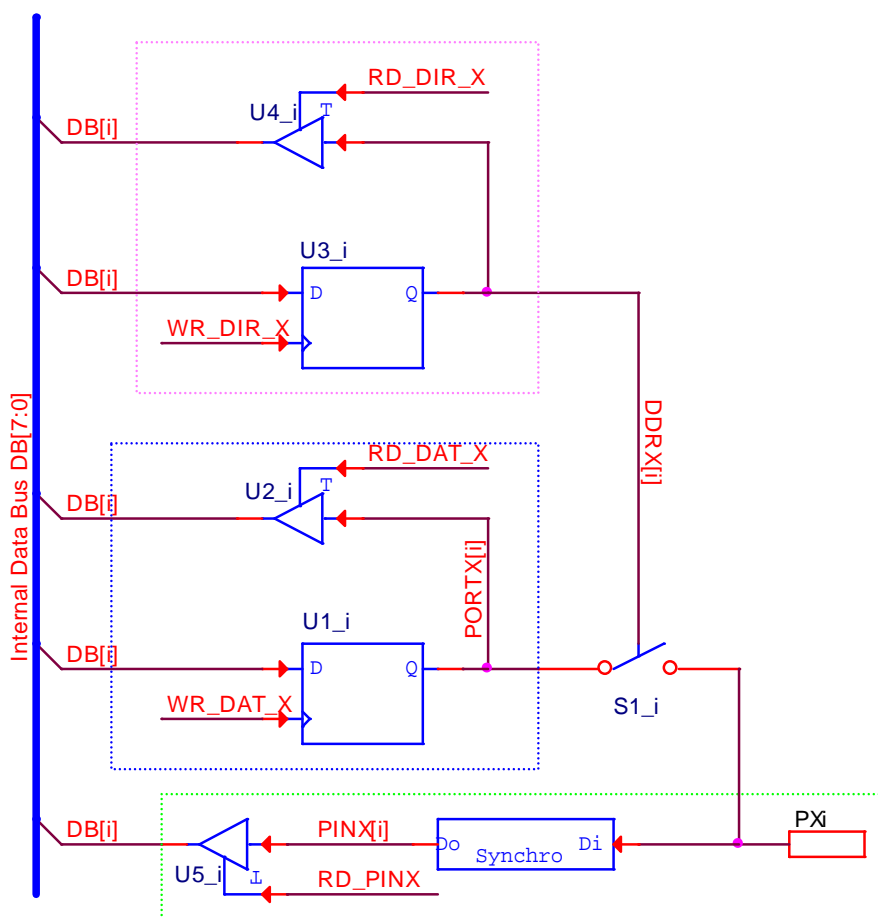

figura 4
În figura 4 în locul comutatorului cu două căi s-a folosit un comutator cu o singură cale deoarece se implementează mai simplu. Comutatorul cu o singură cale este un driver 3-state. Cu acest tip de comutator portul de intrare este tot timpul conectat la pin.
Toate cele 32 de structuri I/O sunt identice din puncte de vedere al funcției de bază și anume digital I/O. Cele 32 de structuri sunt împărțite în 4 grupe de 8 biți deoarece la procesorul AVR lățimea căii de date este de 8 biți. Nu există diferențe hardware între grupe sau între membrii unui grupe. În figura 4 este prezentată structura asociată pinului PXi. X este una din literele A, B, C sau D iar i este o cifră în intervalul 0..7. Schema detaliată a acestei structuri este prezentată în capitolul 12 din documentația ATmega16. Pentru fiecare pin există însă și o funcție alternativă, funcție ce depinde de pin. În acest moment nu vom trata funcția alternativă.
Pinul PXi din figura 4 este controlat de două porturi procesor de tip buffer și un port procesor de intrare: $PORTXi$, $PINXi$ și $DDRXi$.
- **$DDRXi$** este un port procesor de tip buffer și controlează comutatorul $S1_i$ din figura 4. DDR este abrevierea lui **Data Direction Register**. Comutatorul $S1_i$ este de fapt un driver 3-state dar a fost desenat ca un comutator pentru ca rolul sau să fie mai ușor de înțeles.
;figura 4 .
Dacă $DDRX_i$ este '0' comutatorul S_i este deschis iar schema din figura 4 devine echivalentă cu schema din **Error! Reference source not found.** Valoarea logică a pinului PXi este stabilită din exterior și poate fi citită prin intermediul repetorului 3-state $U5_i$, ceea ce transformă acest repetor într-un **port microcontroler de intrare**. Pentru portul de intrare trebuie ținută seamă de întârzierea două pulsuri de ceas introdusă de blocul de sincronizare. Suplimentar, $PORTX_i$ funcționează ca o locație de memorie, fără ca valoarea înscrisă în bistabilul $U1$ să apară pe pinul PXi .
Dacă $DDRX_i$ este '1' comutatorul este închis iar schema din figura 4 devine **echivalentă** cu schema din figura 6. În figură ieșirea Q a bistabilului $U1_i$ se conectează la pinul PXi , ceea ce transformă acest portul digital într-un **port de ieșire al microcontrolerului**. Deși toate cele 5 operații discutate anterior sunt posibile, codul pentru configurarea și utilizarea portului digital A ca port de ieșire conține doar 3 operații. Codul se află în partea dreaptă a figurii.